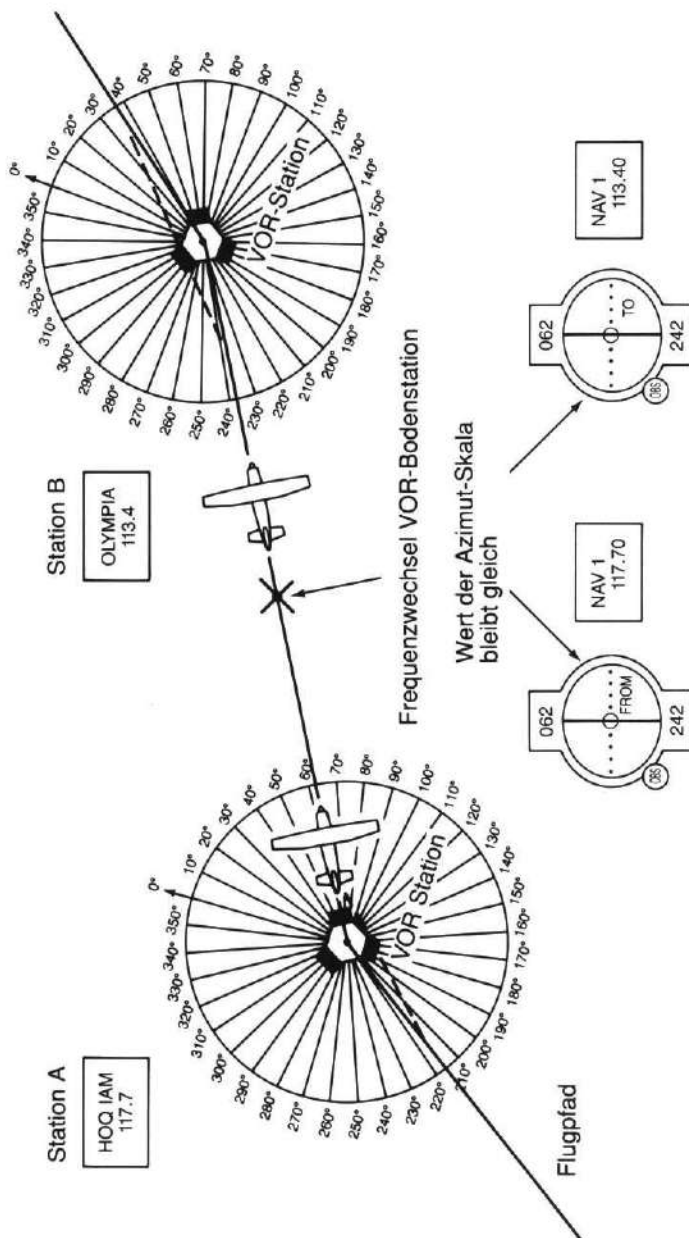

Abb. 19: Flug von VOR-Station zu VOR-Station
1. Wählen Sie mittels der Karte zwei Funkfeuer aus. Da Sie weg ("FROM") von Station A nach ("TO") Station B fliegen möchten, verbinden Sie beide Punkte auf Ihrer Karte mit einer Linie (siehe Abb. 19).
3. Verstellen Sie den OBS-Drehknopf des oberen Leitkursanzeigers, bis die Kursmarke den gewünschten Kurs weg vom Funkfeuer anzeigt. Auf der Karte finden Sie diesen Wert durch die Gradmarkierungen um die VOR-Symbole (siehe Abb. 19) verzeichnet.